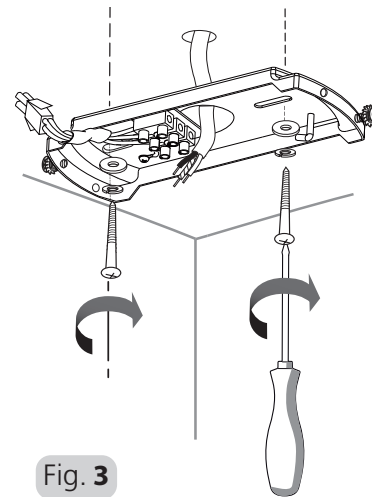

Fig. 3
4. MONTAGE DER AUFHÄNGEHALTERUNG: Die Versorgungsdrähte durch das Loch in der Halterung führen und die Halterung mit den Unterlegscheiben, Federscheiben und Holzschrauben am Deckenbalken befestigen. Siehe Abb. 3
4. INSTALLING THE HANGING BRACKET: Locate and mark the center of the joist. Pass the supply wires through the hole in the bracket. Secure the bracket to the ceiling joist by using the flat washers, spring washers and wood screws. Refer to Fig. 3
4. INSTALLATION DU SUPPORT DE SUSPENSION : Repérez et marquez le centre de la solive. Passez les câbles d'alimentation à travers le trou du support. Fixez le support à la solive de plafond à l'aide des rondelles plates, des rondelles élastiques et des vis en bois. Voir Figure 3.
4. **INSTALLARE LA STAFFA DI SOSPENSIONE:** Identificare e contrassegnare il centro del travetto. Far passare i cavi di alimentazione attraverso il foro nella staffa. Fissare la staffa al travetto del soffitto utilizzando le rondelle piane, le rondelle elastiche e le viti per legno. Vedere la fig. 3
9. **MONTAGE VAN DE OPHANGBEUGEL:** Bepaal en markeer het midden van de draagbalk en leid de voedingsdraden door het gat in de beugel. Zet de beugel vast aan de plafondbalk met behulp van de vlakke sluitringen, de veeringen en de houtschroeven. Zie Fig. 3
4. **INSTALACIÓN DEL SOPORTE DE SUSPENSIÓN:** Localize e marque o centro da viga. Passe os fios de alimentação pelo furo no suporte. Prenda o suporte à viga do teto utilizando as anilhas planas, anilhas de mola e parafusos de madeira. Consulte a Fig. 3